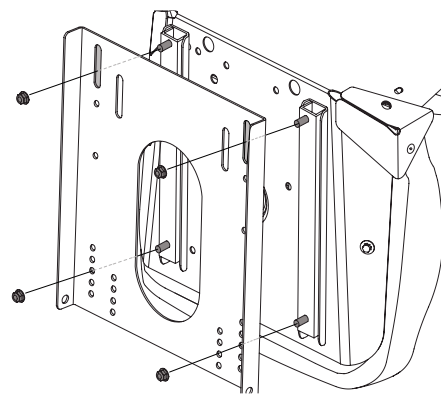

Figura 2-11
2. Utilizando los cuatro pernos que se proporcionan (a), instale el asiento en la bandeja del asiento. Coloque los tornillos (b) en la parte delantera del asiento, a través del orificio central de la bandeja del asiento (c), como se muestra en la Figura 2-11. Ajuste el asiento de manera segura a la bandeja del asiento.